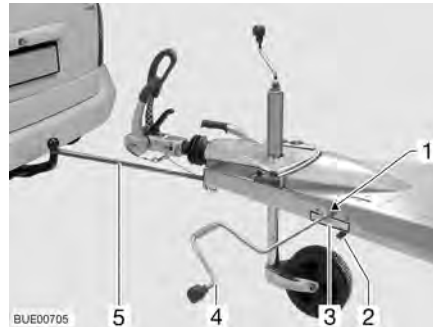

Bild 5 Kopplingshjälp Easy-Pull
- Ställ spärrspaken (Bild 5,2) i öppet-läge.
- Drag fram bältet med kroken (Bild 5,5), lägg det runt släpvagnskopplingens kulhals på dragfordonet och lås fast det i detta läge.
- Ställ spärrspaken (Bild 5,2) i stängt-läge.
- Sätt vevan för husvagnens vevstöd (Bild 5,4) på vevanordningens sexkant (Bild 5,1) och veva. Beakta vridriktningen som visas på dekalen (Bild 5,3).